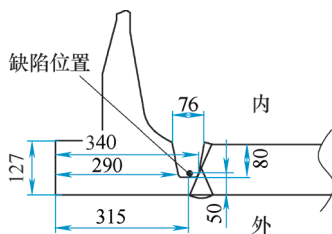

图2 碳弧气刨位置
(1) 缺陷的确定 采用UT检测，确定缺陷的具体位置，深度、宽度、长度，并标出缺陷到端盖外沿的距离，然后将端盖翻转，在内部进一步UT检测，并同外侧一样标记。
(2) 清理 在端盖的内测，用碳弧气刨去除缺陷（见图2），并根据UT检测缺陷的具体位置，深度、宽度、长度、缺陷到端盖外沿的距离，判断缺陷是否去